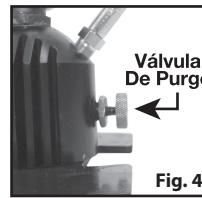

Fig. 4
8. Asegúrese de que la válvula de purga de la bomba de mano esté totalmente cerrada (apriétela en dirección de las manecillas del reloj) (Fig. 4).
- PURGUE la manguera de llenado COMPLETAMENTE para evitar que latigue por tener presión (Fig. 4).